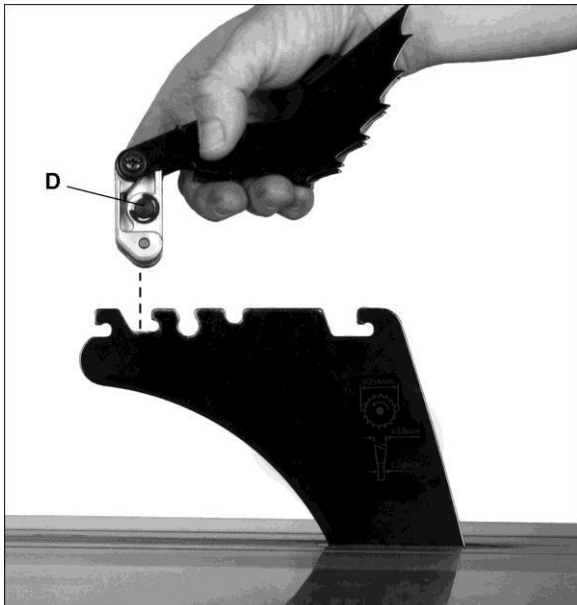

Рис. 6-10
См. рис. 6-10 и 6-11.
1. Нажмите и удерживайте кнопку (D) с противоположной стороны головки, чтобы ослабить удерживающий штифт. Установите предохранитель от отскока вертикально вниз в месте, показанном на рис. 6-10.